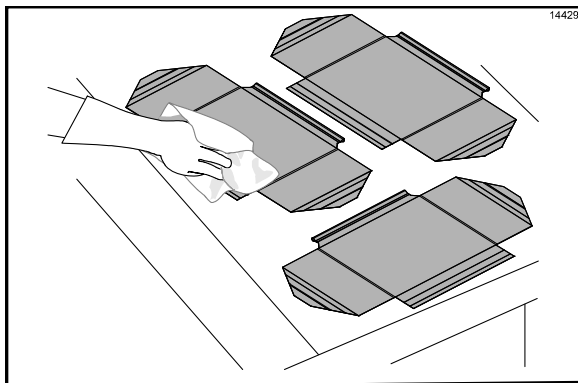

图 110
42. 用干净并浸湿消毒液的煎炉抹布擦拭铁弗龙不粘膜的正反两面。（请见图 110）